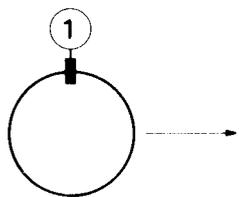
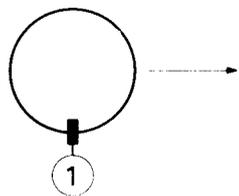

Fig. 4a
Fig. 5a
Steht die Ablenk-Unit in der richtigen Stellung, dann den Gummikeil ①, von dem der Papierstreifen nicht entfernt worden ist, an der Oberseite (Abb. 4a) oder der Unterseite (Abb. 5a) anbringen. Abb. 4a zeigt die Situation, in der die Ablenk-Unit nach oben gekantelt wurde und Abb. 5a gibt an, dass die Unit nach unten gekantelt wurde.